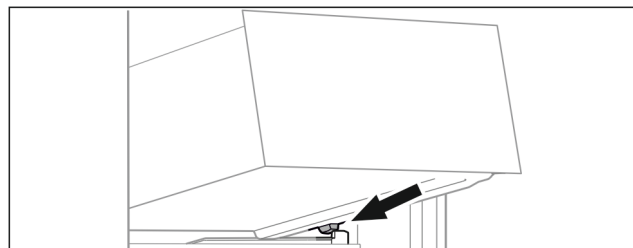

Fig. 62
- ▶ Nasadťe zásuvku šikmo za zarážky na žebrování na nádoby. (viz Fig. 62)